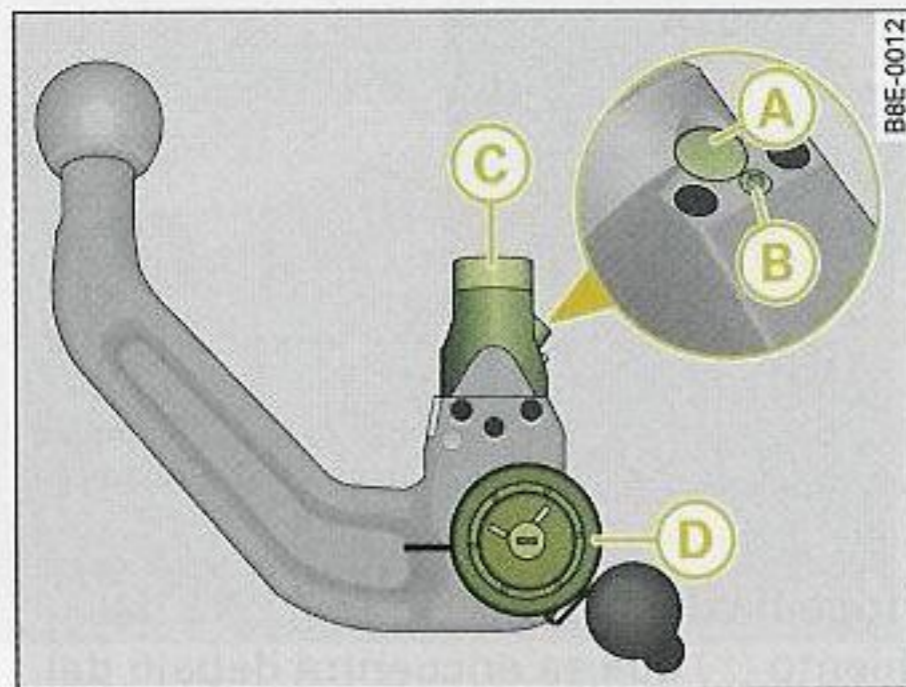

Fig. 212 Dispositivo desmontable para remolque: Rótula
- Compruebe que el perno de bloqueo **A**, la palanca de desenclavamiento **B**, el vástago de encaje **C** y la rueda moleteada **D** ⇒ fig. 212 de la rótula no están sucios ni deteriorados.